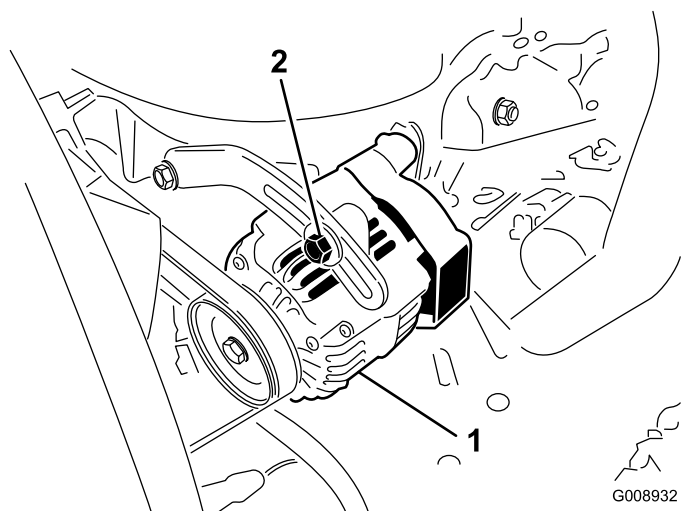

Bild 96
Prüfen Sie den Zustand und die Spannung der Treibriemen (Bild 96) alle 100 Betriebsstunden.
2. Lockern Sie bei einer Durchbiegung von mehr oder weniger als 10 mm die Befestigungsschrauben der Lichtmaschine (Bild 96). Erhöhen oder reduzieren Sie die Spannung des Lichtmaschinen-Treibriemens und ziehen Sie die Schrauben wieder fest. Prüfen Sie die Riemenspannung noch einmal auf korrekte Einstellung.